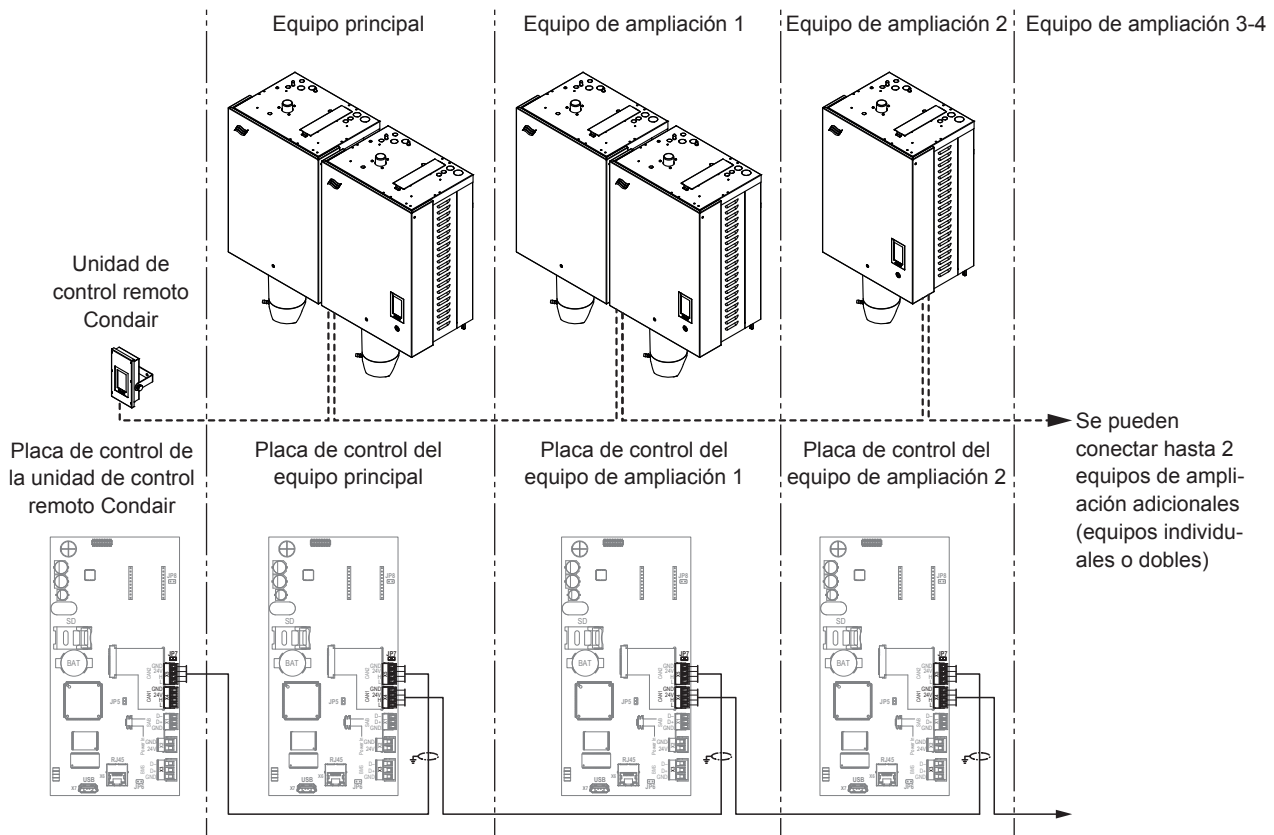
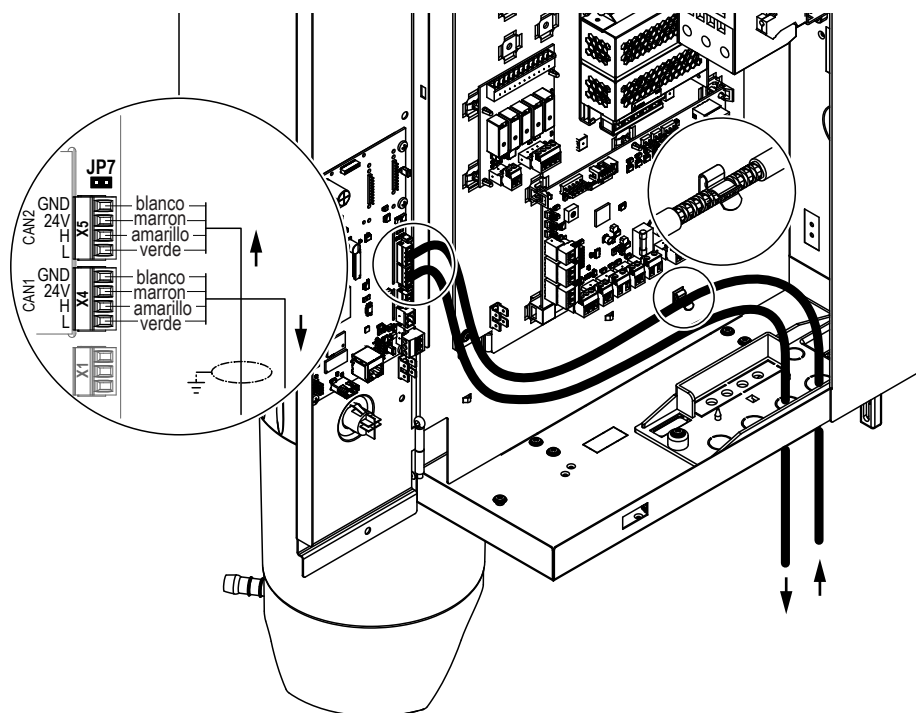

Fig. 32: Conexión de varios equipos (sistema interconectado)
Fig. 33: Conexión del cable de CAN-Bus / Blindaje
Conecte varios equipos de la siguiente manera (véase Fig. 32):
2. Conecte todos los equipos en el "sistema interconectado" con los cables de CAN-Bus preconfeccionados suministrados de acuerdo con el esquema en Fig. 32 y Fig. 33.
- Enganche la pantalla descubierta del cable de CAN-Bus preconfeccionado que viene del dispositivo anterior, tal y como se muestra en Fig. 33, en la pinza de fijación de la caja de control del humidificador.
- Conecte el/los cable/s de CAN-Bus, tal y como se muestra en Fig. 33, al bloque de terminales correspondiente de la placa de control de cada equipo (cables de entrada a "X5" y cables de salida a "X4").